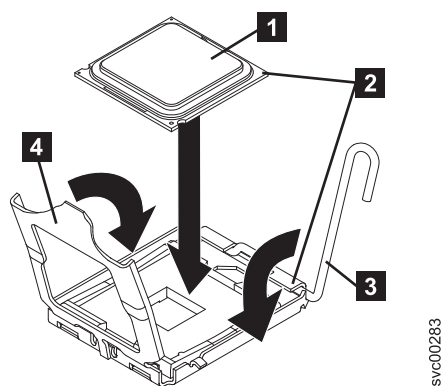

図 269. マイクロプロセッサとソケットとの位置合わせ
4. マイクロプロセッサ **1** をマイクロプロセッサのソケットの上方で位置合わせします (図 269 を参照)。マイクロプロセッサ・ソケットの三角形の位置合わせ用切り欠きと、マイクロプロセッサの三角形の位置合わせマーク **2** を利用して、マイクロプロセッサをソケットに合わせます。次に、マイクロプロセッサをそのソケットの上に静かに置きます。マイクロプロセッサを無理に押し込まないでください。マイクロプロセッサが、一方向にソケット上にはめ込まれるだけです。